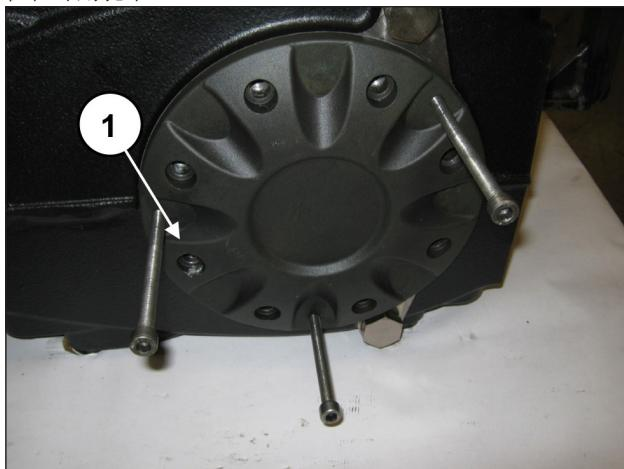

图 28
通过拔取器将3个螺柱或M8全螺纹螺栓（位置①，图 28）定位在专用孔中。